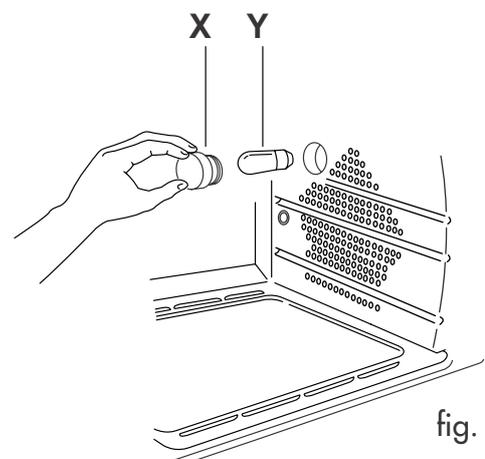

fig. 12
- Desenrosque el cristal de protección (X) dándole vueltas en el sentido contrario de las agujas del reloj y sustituya la lámpara (Y) con otra similar (vea fig. 12). Enrosque de nuevo el cristal de protección (X). Utilice solamente lámparas para horno (T300°C).